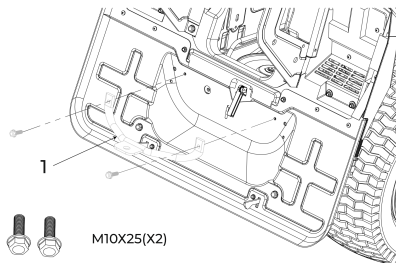

Рис. 10
**6.9. Установка прицепного устройства (рис. 10)**
· Установите прицепное устройство (рис. 10, поз 1) с помощью 2 болтов (M10x25).